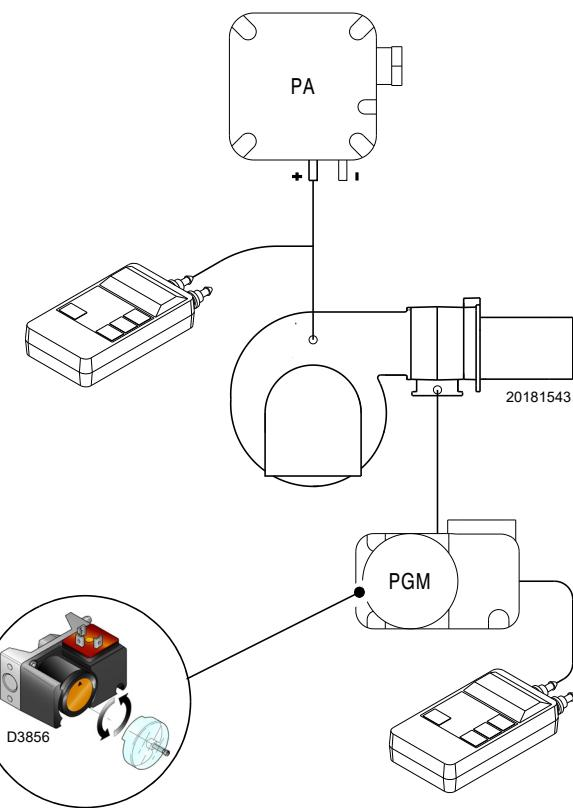

图 32
- 调节最大燃气压力开关（第 35 页图 32）到量程的终止位置。
在完成所有其他燃烧器调整后，调整最大气体压力开关（图 32），并将最大气体压力开关设置在刻度的末端。